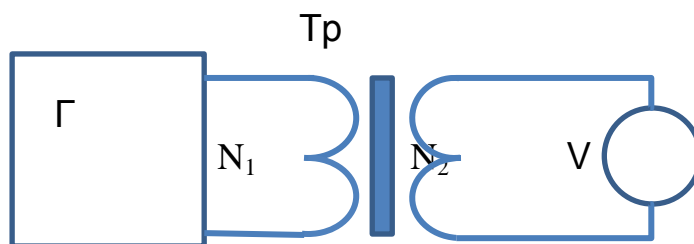

Рис. 4.
1. Собрать электрическую схему, показанную на рис. 4.